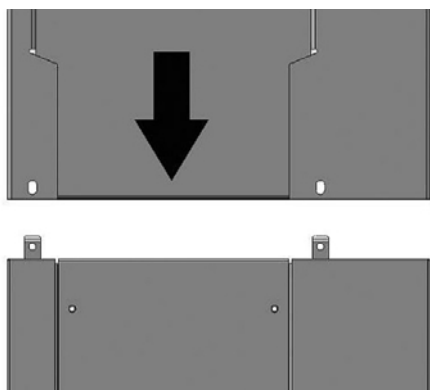

Fig. 11 : Montage de la raboteuse de surface et d'épaisseur
Étape 8 : Soulever le rabot de surface et d'épaisseur sur la base de la machine (Fig.11) avec l'aide d'une personne compétente.